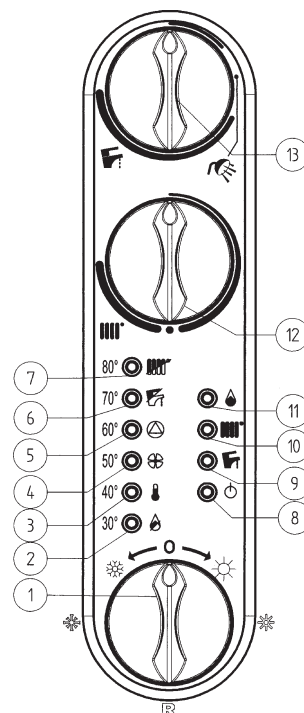
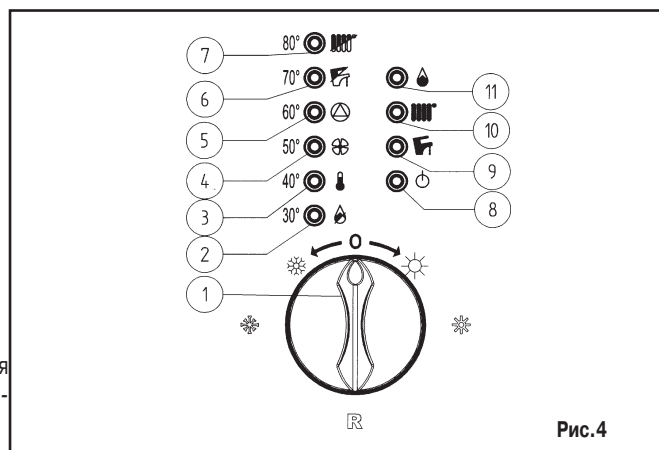

Рис. 1
Рис.4
- установить переключатель режимов «лето - зима» (рис. 1, позиция 1) в нужный режим: ☀ - лето, ❄ - зима;
4) установить регуляторы температуры воды контура отопления (рис. 1, позиция 12) и контура ГВС (рис. 1, позиция 13) на выбранные значения.
При возникновении данной проблемы повторите процесс включения котла до поступления газа в горелку, кратковременно установив перед включением переключатель режимов (рис. 1, позиция 1) в положение R (сброс) (см также рис.4).
в системе отопления (поз.12, рис.1). Функция электронной модуляции пламени регулирует расхода газа на горелке в соответствии с реальными условиями теплообмена (потребностями отапливаемых помещений в нагреве).
Газовый клапан снабжен устройством электронной модуляции пламени, которое срабатывает по сигналу регулятора температуры воды в контуре ГВС (рис.1, поз.13).
Рекомендуется заполнять систему отопления очень медленно для облегчения стравливания воздуха. При заполнении системы переключатель режимов (рис.4, поз.1) должен быть установлен в положение (0).
Для выключения котла необходимо прекратить подачу электропитания на аппарат. При переключателе режимов (рис.4, поз.1) в положении (0) котел находится в режиме ожидания, но при этом электрические части устройства находятся под напряжением.